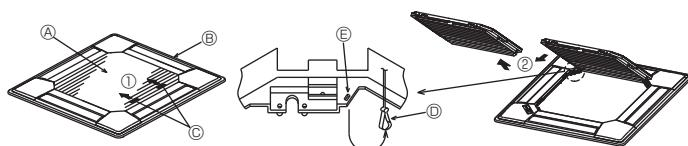

Fig. 6-3
#### 6.2.1. Удаление воздухозаборной решетки (Fig. 6-3)
- Удалите винт из угла угловой панели. Для удаления угловой панели сдвиньте угловую панель в направлении стрелки ①.
- [Fig. 6-3, 6-4]